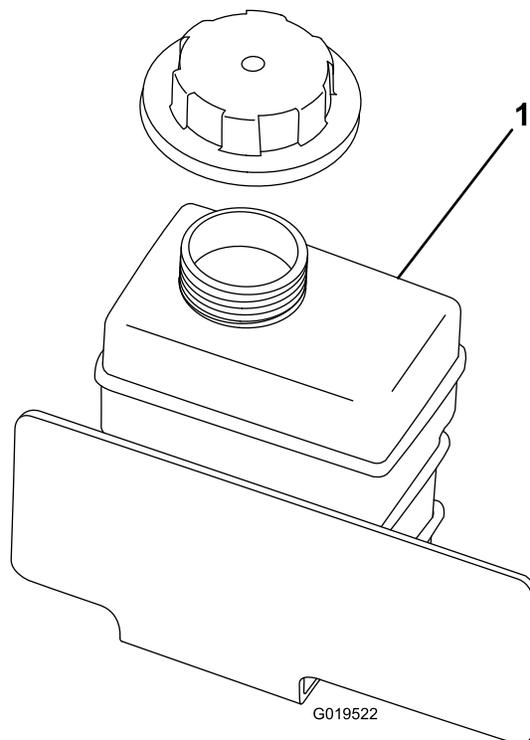

Figura 25
2. Controllate il livello del refrigerante nel serbatoio di riserva (Figura 25).